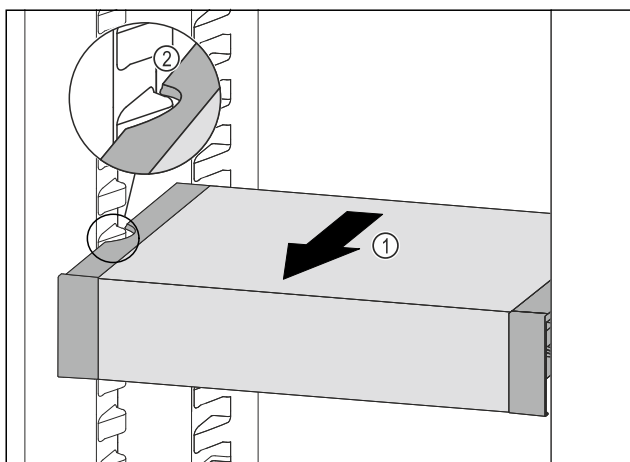

Fig. 80
- Táhněte VarioSafe dopředu Fig. 80 (1), dokud nebudou boční vybrání VarioSafe na úrovni žebrování na nádoby v chladničce. Fig. 80 (2)